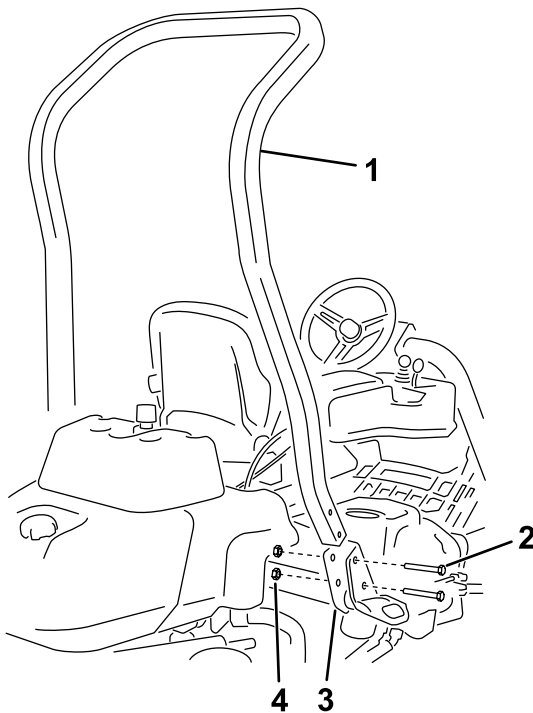

Bild 3
3. Befestigen Sie den Überrollbügel mit vier Schrauben (1/2" x 3 3/4") und vier Bundmuttern (1/2") an den Halterungen für den Überrollschutz an jeder Seite der Maschine, wie in Bild 3 abgebildet.